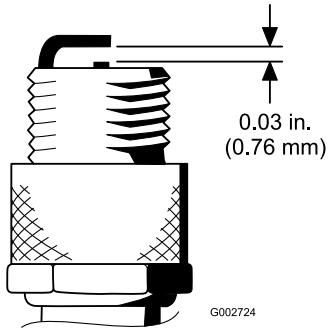

Figura 28
- Ajuste la distancia entre el electrodo central y el electrodo lateral a 0,76 mm; consulte Figura 28. Tras ajustar correctamente los electrodos, coloque la bujía con su junta y apriétela a 23 N·m. Si no utiliza una llave dinamométrica, apriete la bujía firmemente.